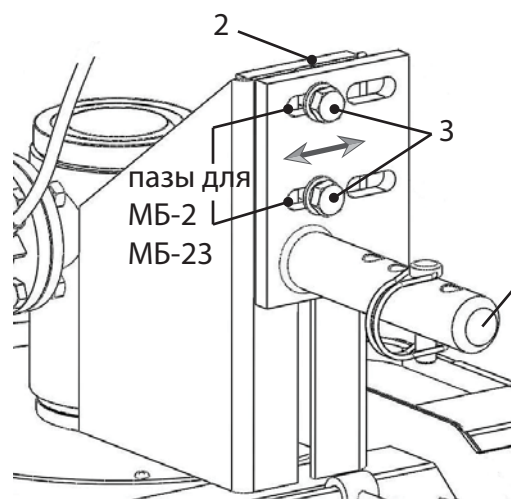
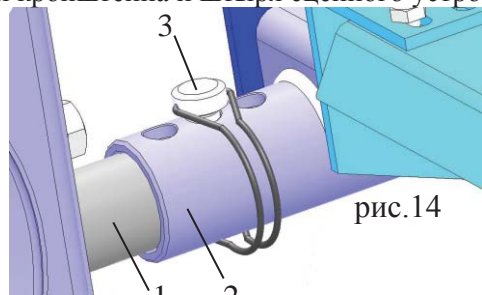

рис.12
рис.14
- состояние (износ) стопора кронштейна (рис.14).
6.5 Установить кронштейн сцепки (1) на роторную косилку с помощью планки (2) (с двумя отверстиями М10) и двух болтов М10 (3) через шайбы. Болты (3) закрутите “от руки” (рис.12;13):
- в верхнее положение для мотоблоков МБ-2, МБ-23 используя пазы, показанные на рис.12.
6. Установить косилку кронштейном (1) на штырь (2) мотоблока до совмещения отверстий кронштейна и штыря (рис.14). В отверстия вставить стопор (3) и защелкнуть скобу. При помощи пазов, отрегулируйте соосность шкивов (см. приложение 1) косилки и мотоблока. Окончательно закрутите болты (7) ключом (рис.12;13). Отрегулируйте натяжение ремня. Варианты совмещения отверстий кронштейна и штыря сцепного устройства для регулировки натяжения ремня